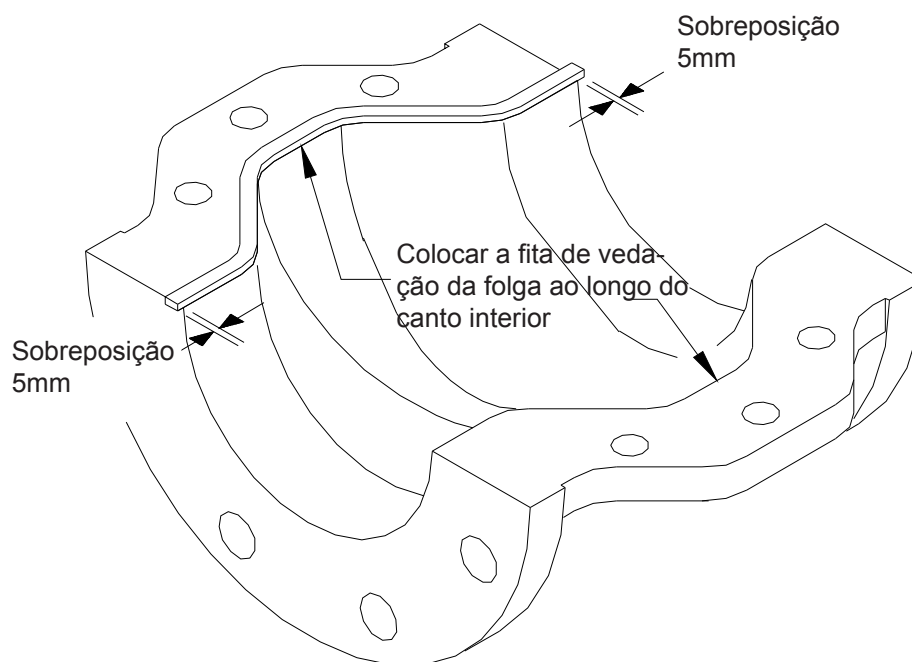

Figura 4-1: Colocação da fita de vedação de folga
- PASSO 3: Para a vedação das metades do corpo da válvula é suficiente uma fita de vedação de folga com uma largura de 5 mm de PTFE-Teflon. Apenas coloque a fita numa metade do corpo da válvula e não nas duas. A fita deve passar pelo perímetro interior da metade do corpo da válvula e fica sobreposta com aprox. 1/16" até 1/8" sobre a borda (ver Figura 4-1).